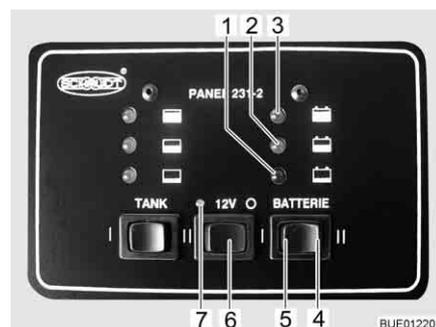

Fig. 91 Panel
El interruptor principal de 12 V (Fig. 91,6) conecta y desconecta la alimentación de 12 V del habitáculo.
- Presionar el interruptor basculante "12 V" (Fig. 91,6) a la izquierda: La alimentación de 12 V del habitáculo está conectada. La luz de control de 12 V (Fig. 91,7) se enciende de color verde.
- Presionar el interruptor basculante "12 V" (Fig. 91,6) a la derecha "O": La alimentación de 12 V del habitáculo está desconectada. Se apaga la luz de control de 12 V (Fig. 91,7).
- Presionar la parte izquierda "I" (Fig. 91,5) del interruptor basculante "BATTERIE": Indica el estado de carga de la batería del habitáculo.
La parte derecha "II" (Fig. 91,4) del interruptor basculante "BATTERIE" no tiene función.
La luz de control roja (Fig. 91,1), con el símbolo "" , está iluminada: La batería del habitáculo está descargada. Cargar la batería del habitáculo por completo inmediatamente.
La luz de control amarilla (Fig. 91,2), con el símbolo "" , está iluminada: La batería del habitáculo está a media carga. La reserva de energía alcanza sólo para un período limitado de tiempo. Recargar pronto la batería del habitáculo.
La luz de control verde (Fig. 91,3), con el símbolo "" , está iluminada: La batería del habitáculo está completamente cargada.